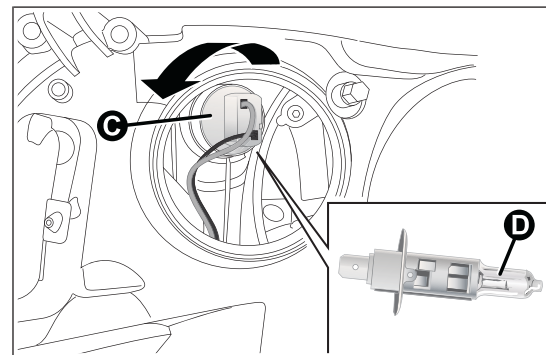

fig. 128
- tourner dans le sens inverse des aiguilles d'une montre le groupe de douille C fig. 128 monté par pression, enlever l'ampoule D et la remplacer ;